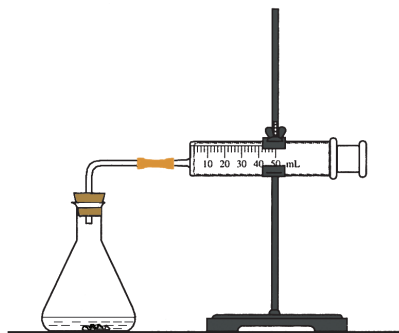

图 2-4 盐酸与大理石反应的实验装置图
1. 如图2-4所示，在锥形瓶中放入5 g大理石，加入20 mL $1 \text{ mol}\cdot\text{L}^{-1}$ 盐酸。每隔10 s观测玻璃注射器中气体的体积，将实验数据记录到表2-3中。